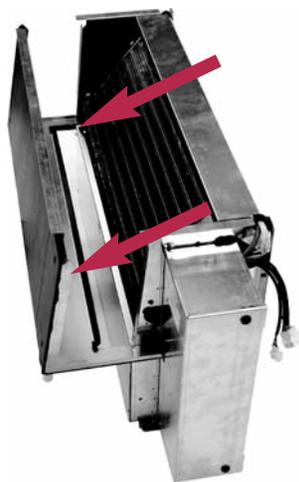

Рис. 28: Демонтаж поддона для сбора конденсата
- Извлеките основной поддон для сбора конденсата (см. рис. 28).
- Перед чисткой теплообменника необходимо демонтировать декоративный корпус и снять основной поддон для сбора конденсата (см. рис. 28 на стр. 28).